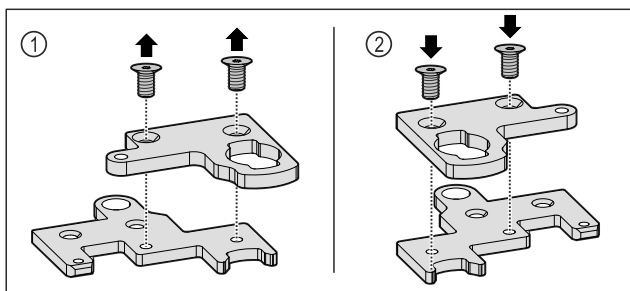

Fig. 27
- Desmontar el ángulo de bisagra de dos piezas. Fig. 27 (1)
- Volver a montar el ángulo de bisagra de dos piezas girado 180°. Fig. 27 (2)